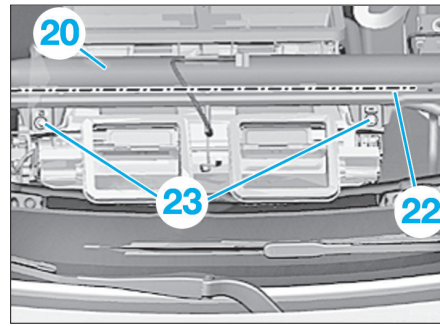

Fig. 23
- Déposer les vis (23) du bloc de chauffage sur le tube support (20).
- De chaque côté, défaire les écrous (24) côté droit au niveau du tube-support (20) (Fig.23).